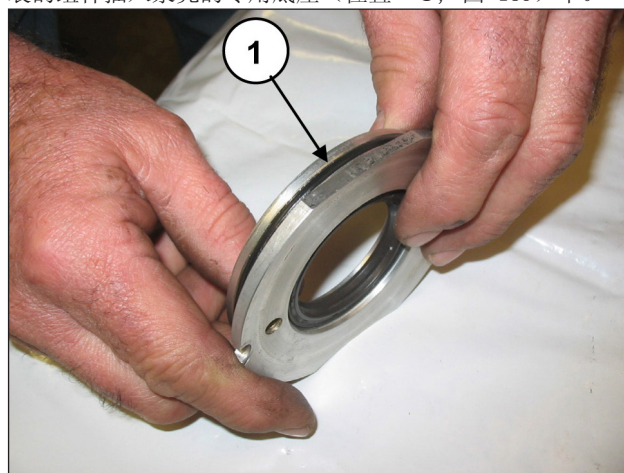
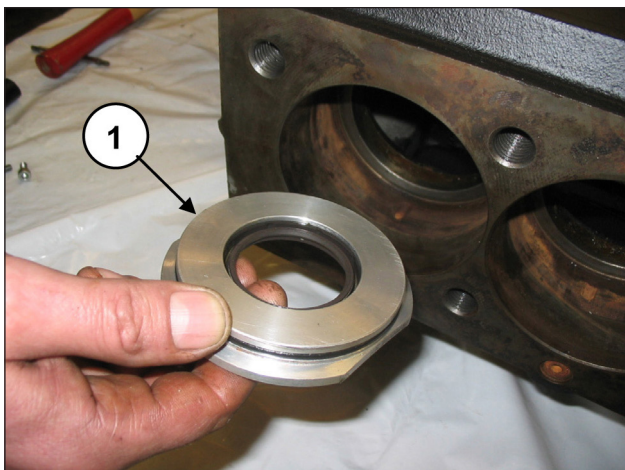

图 158
图 159
将O形圈（位置①，图 158）定位在油封盖底座中，将已安装的组件插入泵壳的专用底座（位置 ①，图 159）中。